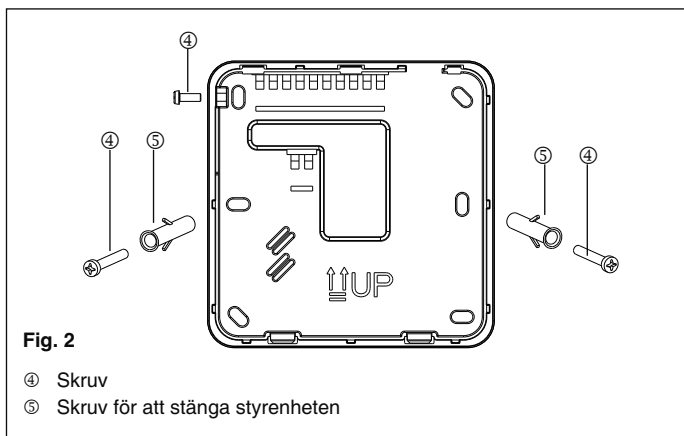

Fig. 2
- Avlägsna låsskruven i den övre vänstra sidan för att separera enheten från styrenheten (Fig. 2). Montera enheten på väggen och markera borrhålen.
- Montera fast styrenheten på väggen med därtill avsedda pluggar ⑤.
- Stäng styrenheten med dess lock. Skruva åt locket med skruven som har tagits bort tidigare (Fig. 2).